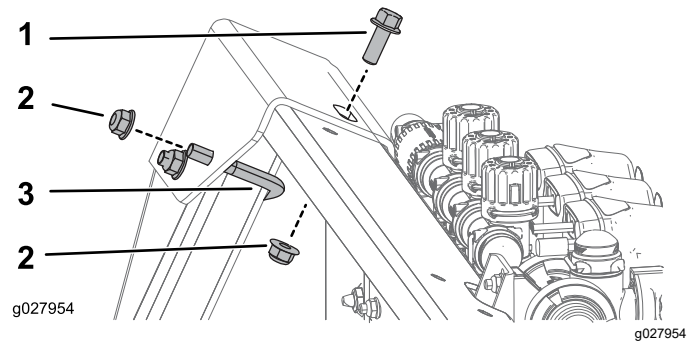

图 10
- 如图 10 中所示使用 1 个 U 形螺栓、1 个螺栓 ¾ 英寸 - 16 x 1 英寸和 3 个凸缘螺母 ¾ 英寸 - 16 英寸将上支架的背面固定起来。